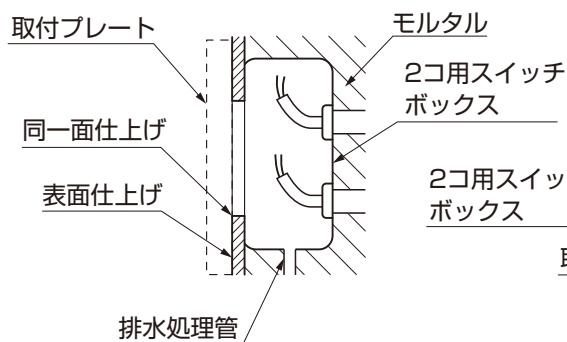

図3-5
①2コ用スイッチボックスを、門扉の外側の壁面に埋込んでください。(図3-5参照)